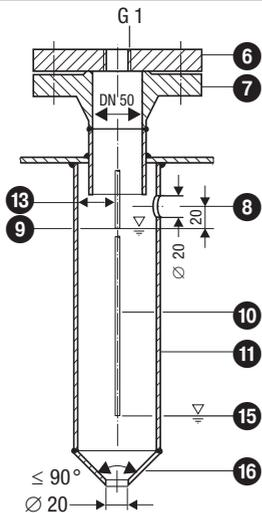

Fig. 4 Schutzrohr (bauseitig) für innenliegenden Einbau
- Eine Niveauelektrode NRG 10-52, NRG 16-52 kann mit einer GESTRA-Niveauelektrode, einem Kompakt-Niveauschalter oder -transmitter in ein gemeinsames Schutzrohr bzw. Messgefäß (Innendurchmesser 100 mm) eingebaut werden. **Fig. 4 - 7**. Dabei muss bei innenliegendem Einbau die Niveauelektrode für die Wasserstandbegrenzung von der oberen Ausgleichsbohrung mindestens 40 mm entfernt sein.
- Die elektrische Kriechstrecke von 14 mm zwischen Elektrodenstäbe und Masse (Flansch, Behälterwand) darf nicht unterschritten werden! **Fig. 4 - 7**